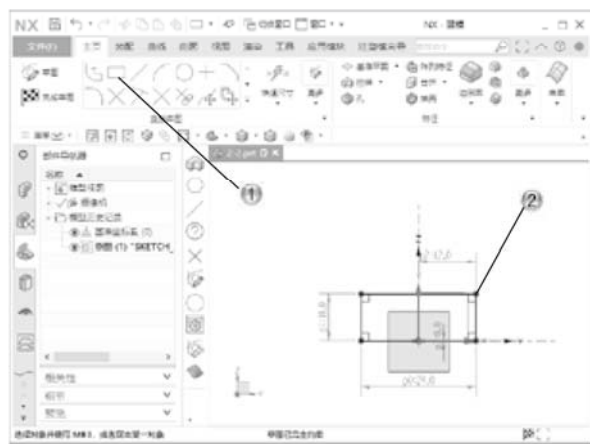

图 2-54
- ① 单击【主页】选项卡中的【矩形】按钮,如图 2-54 所示。
- ② 在绘图区中,绘制矩形。